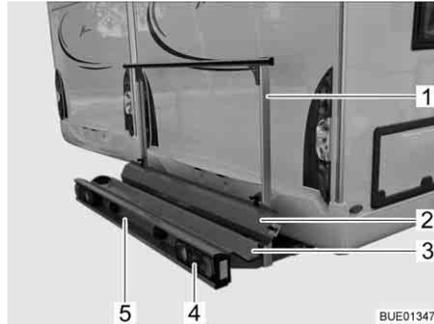
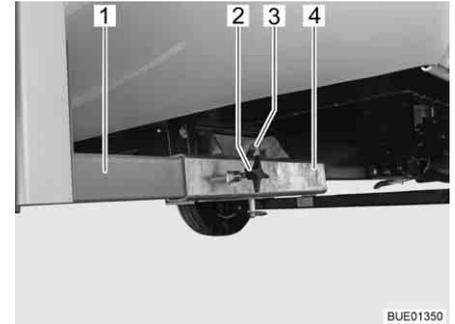

Bild 9 Lastenträger
Bild 10 Befestigung am Fahrzeug
Der Lastenträger (Bild 9) ermöglicht die Mitnahme eines Motorrads oder eines Motorrollers mit einem Gewicht bis zu 130 kg.
- Trägerwanne (Bild 9,3) und Haltebügel (Bild 9,1) mit Befestigung am Fahrzeug (Bild 10)
- Heckleuchten (Bild 9,4)
- Kfz-Kennzeichenbeleuchtung (Bild 9,5)
- Auffahrschiene (Bild 9,2)
Die beiden Längsträger (Bild 10,1) des Lastenträgers sind durch Knebel schrauben (Bild 10,2) an den Vierkantaufnahmen (Bild 10,4) am Fahrzeugboden fixiert. Gesichert ist der Lastenträger durch einen Bolzen (Bild 10,3) mit Sicherungsring.